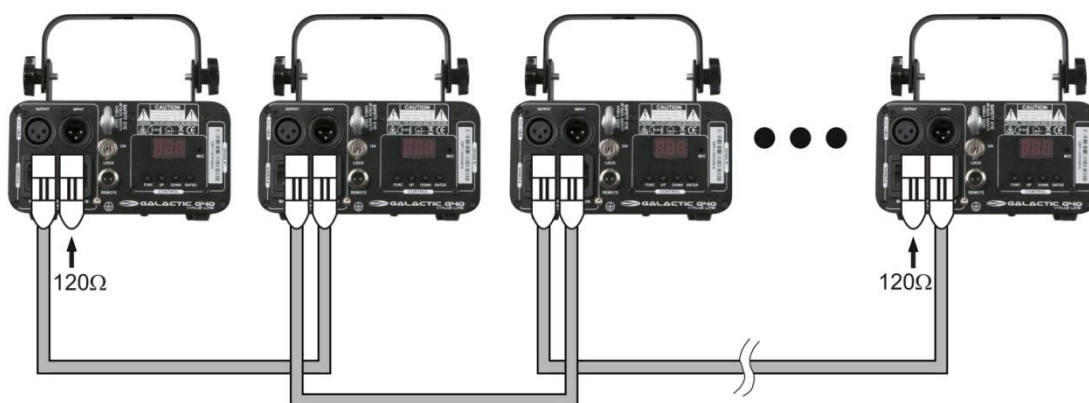

Fig. 3
4. Collegare le unità come indicato nella (Fig. 3). Collegare un cavo di segnale DMX dall'uscita "out" del primo dispositivo DMX alla presa "in" della seconda unità. Ripetere questo processo fino a collegare la seconda, la terza e la quarta unità.